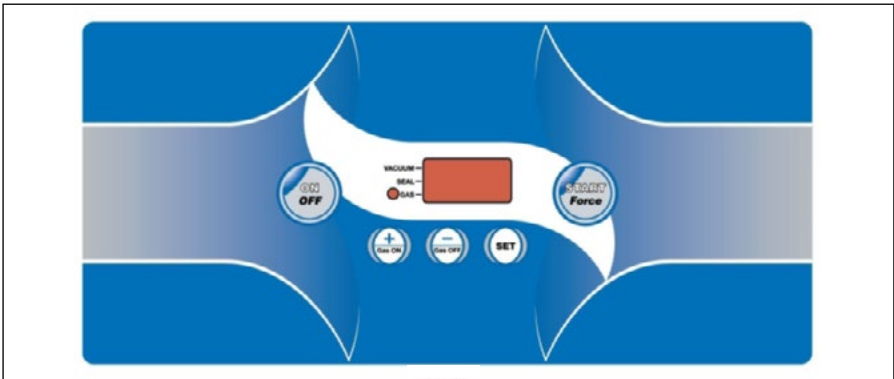

Abb. 2 – Abbildung der Maschine
06.1 Geräteübersicht**Abb. 2** – Abbildung der Maschine